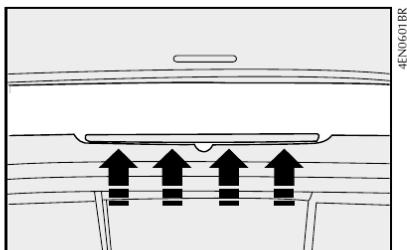

fig. 56
- 1) agindo pelo compartimento de carga, retirar os parafusos que fixam o conjunto **fig. 56**, conforme indicado;